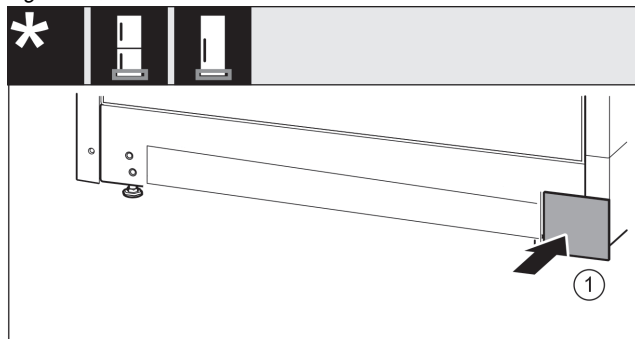

Fig. 19
- ▶ Снова установите крышку с другой стороны. *Fig. 19 (1)*